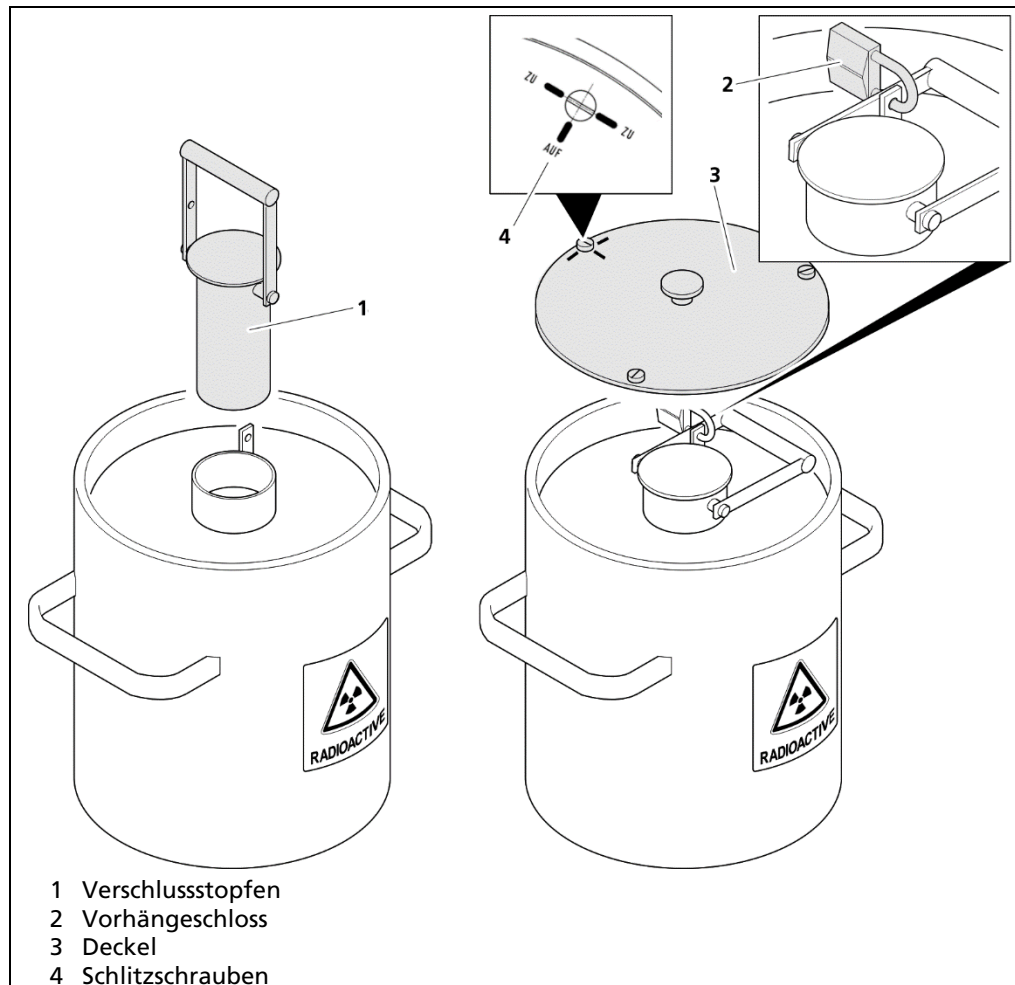

Abb. 11 Transportabschirmung schließen
3. Setzen Sie den Verschlussstopfen (Abb. 11, Pos.1) ein.
4. Bringen Sie das Vorhängeschloss (Abb. 11, Pos.2) an.
5. Bringen Sie den Deckel (Abb. 11, Pos. 3) an.
7. Drehen Sie die drei Schlitzschrauben in Position ZU (Abb. 11, Pos. 4).